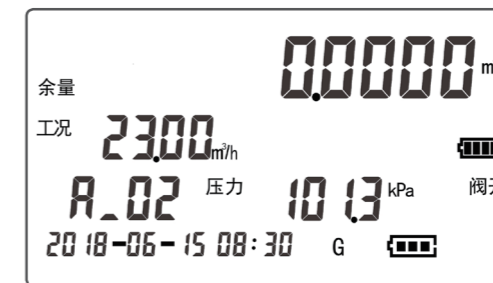

图 16
d. 未开户时，第四屏界面如图 16 所示，分别显示余额、标况流量、通信地址、时间以及电池等信息。当未开户后“开户”不显示。